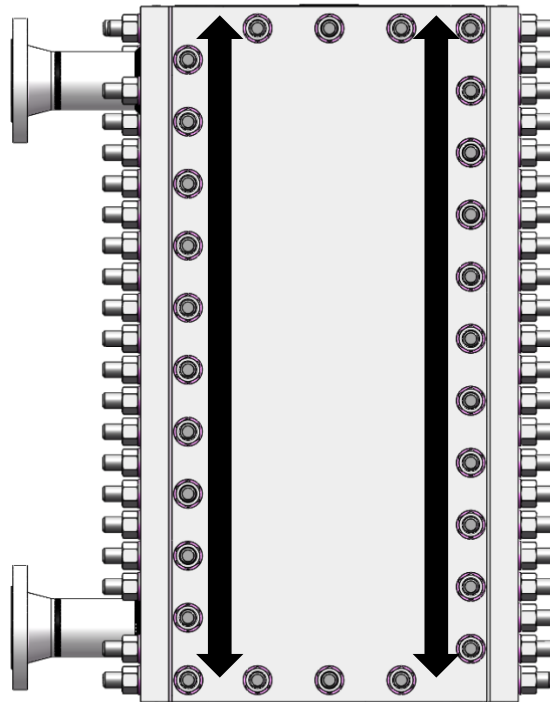

Abbildung 21
- Alle Muttern der Träger mit einem Schlagschraubervon unten nach oben oder oben nach unten vorspannen (Abbildung 21).